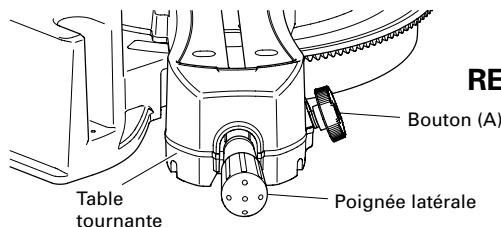

Fig. 36
- (1) Mettre la table tournante à l'angle d'onglet nécessaire.
- (2) Pendant le réglage de l'angle d'onglet, tournez le bouton (A) tout en soulevant le levier (Fig. 36).